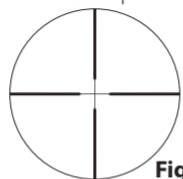
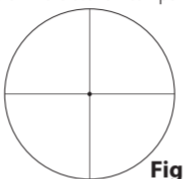
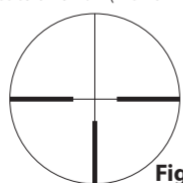
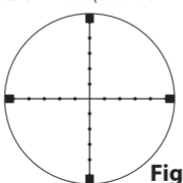

Fig. 3-2
Fig. 3-3
Fig. 3-5
Fig. 3-6
(1) Enfoque
- 1 Mire a través del ocular colocando el ojo a unos 10 cm (4 pulg.) de distancia del ocular para ver la retícula BDC (Fig. 3-1), la retícula Dúplex (Fig. 3-2), la retícula Fine Crosshair con punto (Fig. 3-3), la retícula Fine Crosshair (Fig. 3-4), la retícula núm. 4 (Alemán 4) (Fig. 3-5), o la retícula Mildot (estándar MIL) (Fig. 3-6). Asegúrese de colocar el ojo con la alineación y distancia entre el ojo y el ocular correctos; de lo contrario, "no verá nada".